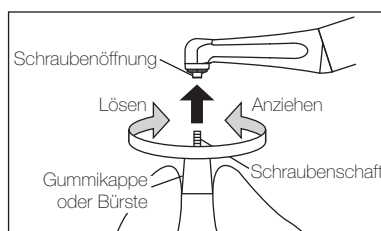

Abb. 2
- 2) Im Uhrzeigersinn drehen, um den Schraubenschaft festzuziehen (Abb. 2).